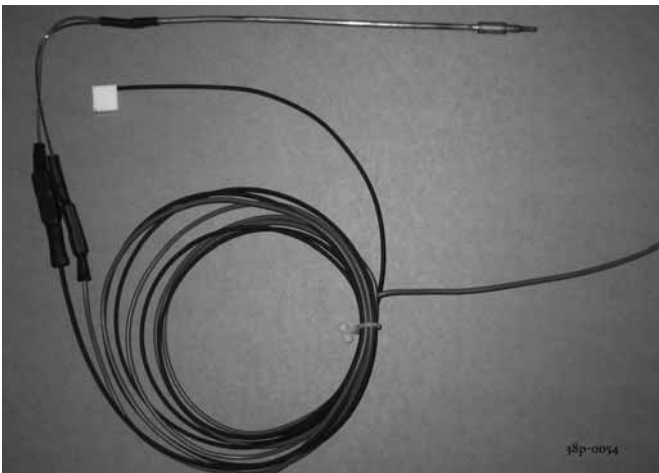

fig. 2b
Let op: De rode draad van thermokoppel 2 blijft aangesloten op het gasregelblok. In Fig. 2b is aangegeven hoe de draden op het thermokoppel zijn bevestigd. Verwijder vervolgens het gasregelblok. Leid de leidingen naar de gewenste positie, let op dat er geen vuil in de leidingen komt. Rol voorzichtig de rode en zwarte draad van thermokoppel 2 uit; Leg het gasregelblok samen met de draden van thermokoppel 2 in de richting van het bedieningskastje. Monteer het gasregelblok aan de beugels (2) van het binnen frame. Sluit de leidingen aan op de achterzijde van het gasregelblok. Let er op dat u de flexibele slang en de aluminium leiding gasdicht aandraait. Thermokoppel 1 moet men eerst handvast aandraaien en vervolgens 1 kwart slag met de sleutel. Plaats de ontvanger van de afstandsbediening in het bakje (3). Zorg ervoor dat de "LED" naar voren wijst. Maak het buitenframe met deurtje (4) vast aan het binnenframe met behulp van de twee parkers (5). U kunt het buitenframe zo plaatsen afhankelijk of u het deurtje links of rechts draaiend wilt hebben. **Let op:** Het bedieningsluikje zo laag mogelijk monteren i.v.m. de temperatuur. Bij de Saxo SL moet men rekening houden met de poten van het toestel. In figuur 2a is het gebied (*) aangegeven waartussen het bedieningsluikje gemonteerd kan worden.